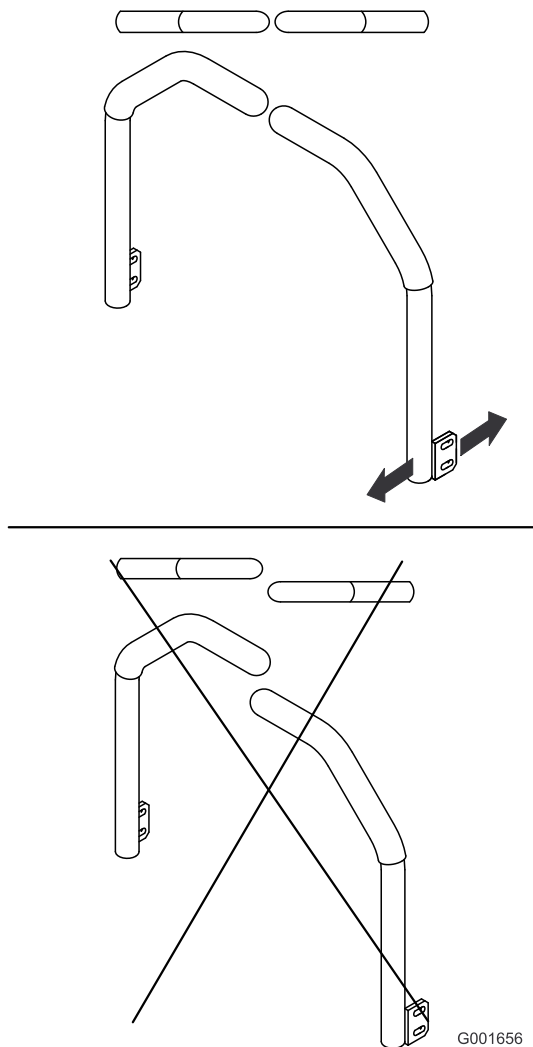

Figure 60
- Réglez les leviers de commande de sorte à les aligner et serrez les boulons de fixation des leviers aux montants (Figure 60).